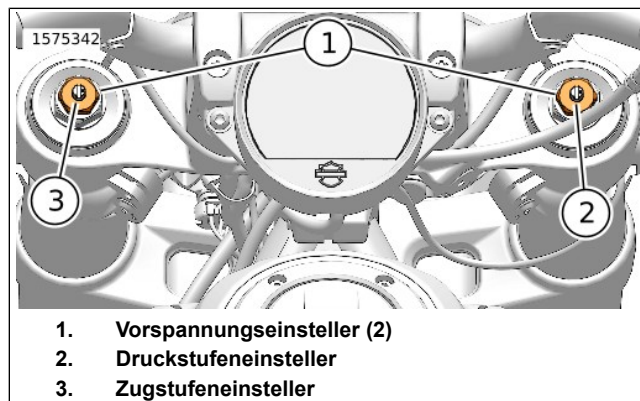

Abbildung 22. Einsteller für Vorderradfederung
Modelle, die mit verstellbaren Vorderradgabeln ausgestattet sind, haben Versteller an der Oberseite jeder Gabel. Siehe Abbildung 22 .
Siehe Abbildung 22. Die Schraube des Druckstufeneinstellers (2) befindet sich auf dem rechten Tauchrohr.
Siehe Abbildung 22. Die Schraube des Zugstufeneinstellers (3) befindet sich auf dem linken Tauchrohr.
2. Die Schraube des Zugstufeneinstellers (3) um die empfohlene Anzahl von Umdrehungen gegen den Uhrzeigersinn drehen. Tabelle 29
Siehe Abbildung 22. Die Vorspannungseinsteller (1) befindet sich jeweils auf dem Tauchrohr.